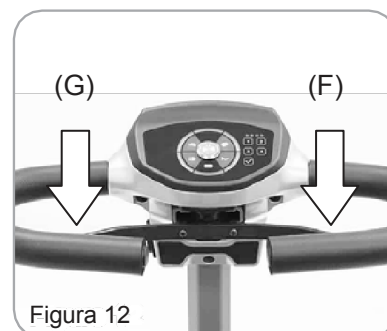

Figura 12
- Tire del acelerador derecho (F) para mover el scooter hacia delante. Tire del acelerador izquierdo (G) para mover el scooter hacia atrás. Esta función se puede invertir si es requerido por un proveedor local. (Figura 12)